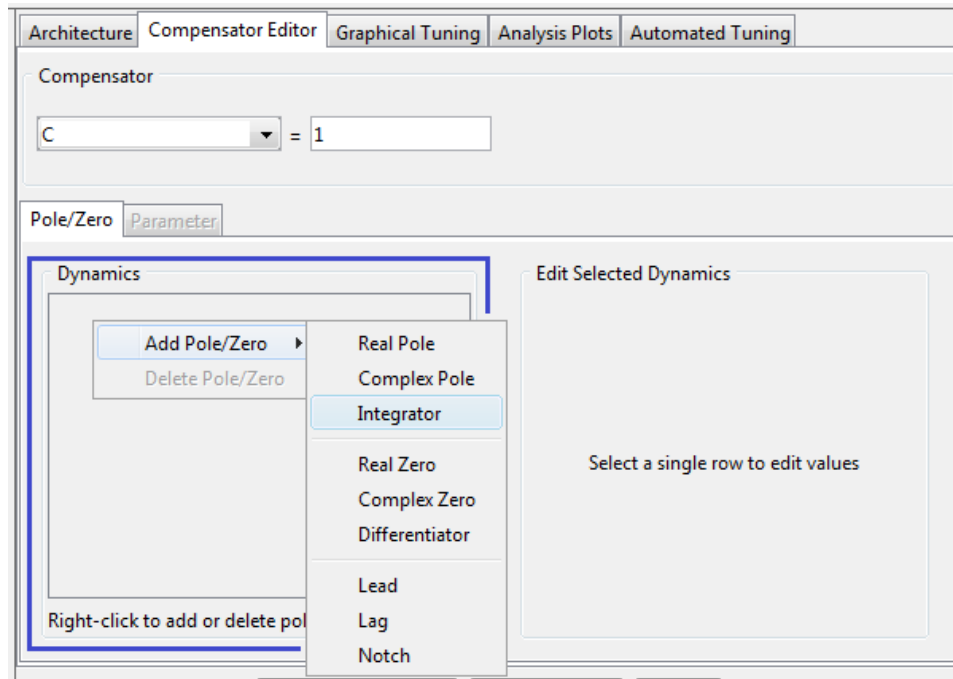

Figura 51. Esquema pestaña Compensator Editor agregar integrador.
- Inicie la sintonización insertando un integrador en la pestaña *Compensator Editor*, haciendo click derecho sobre el recuadro dynamics de color azul de la Figura 51, escoja *add pole/zero* y luego haga click en *Integrator*.